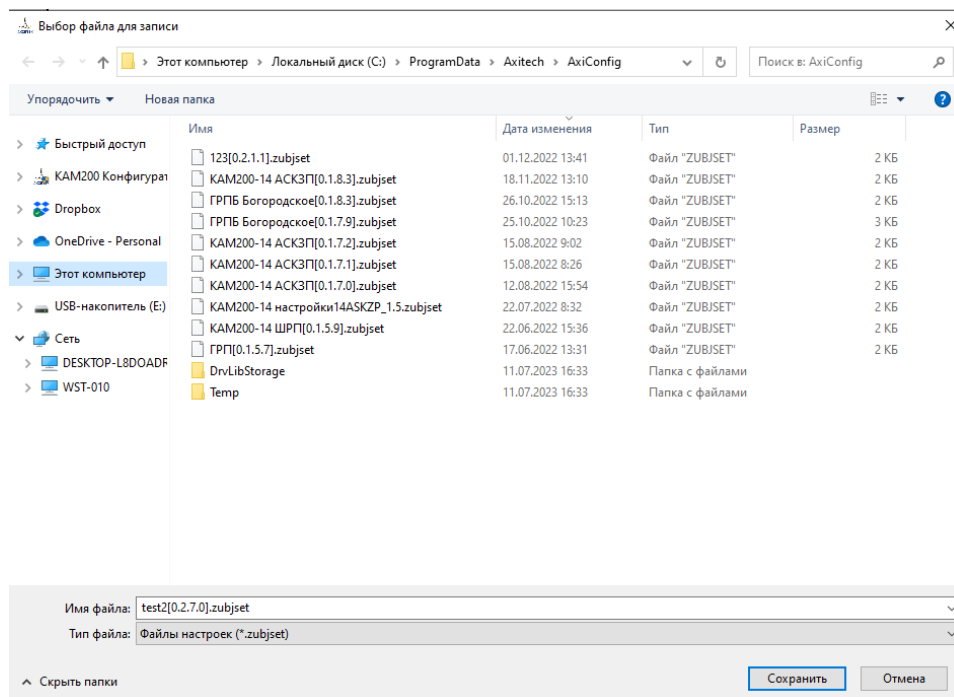

Рисунок 90 – Окно «Выбор файла для записи»
- при выборе открывается окно выбора файла для сохранения (см. рисунок 90), где нужно выбрать путь и название сохраняемого образа и нажать кнопку «Сохранить». Файл сохранится с форматом «.zubset»;